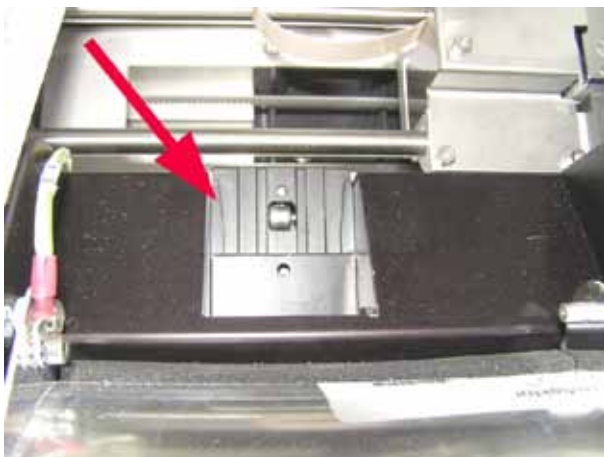

Abb. 47
- Objekträger-Ausgeberutsche (→ "Abb. 47")
Die Rutsche muss sauber sein (→ "Abb. 47").